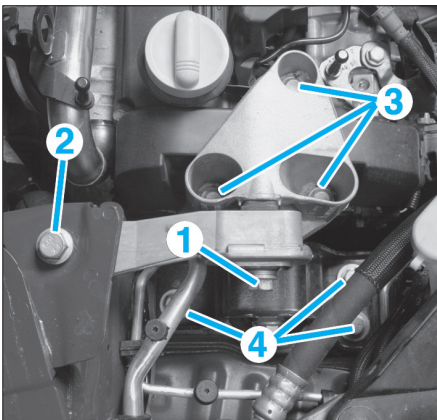

Fig. 12
- Desserrer la vis de fixation (1) (Fig.12).